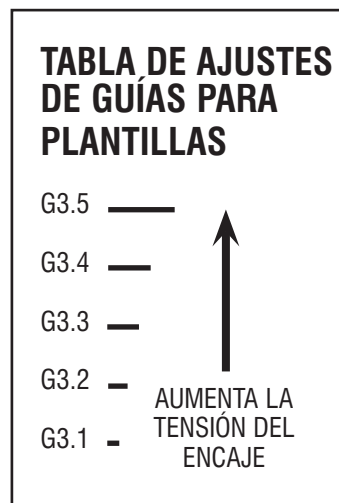

Fig. I20
* **SI QUEDA MUY FLOJA:** Pruebe con otra guía para plantillas, que esté más arriba en la tabla (Fig. I20). Por ejemplo, si utilizó la G3.2, podría probar la G3.3, G3.4 o G3.5.
* **SI QUEDA MUY AJUSTADA:** Pruebe con otra guía para plantillas, que esté más abajo en la tabla (Fig. I20). Por ejemplo, si utilizó la G3.3, podría probar la G3.2 o G3.1.